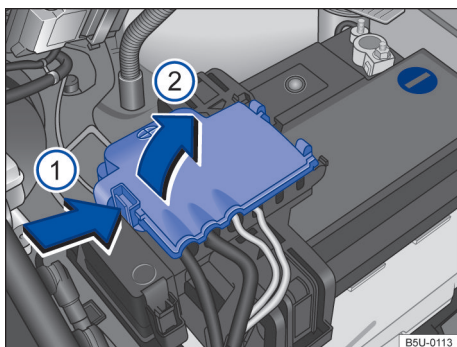

Fig. 158 Compartimento do motor: acesso ao terminal positivo da bateria.
- Abrir a cobertura do polo positivo. Para abrir pressionar a trava no sentido da seta → Fig. 158 (1), rebater a cobertura para o lado no sentido da seta (2).